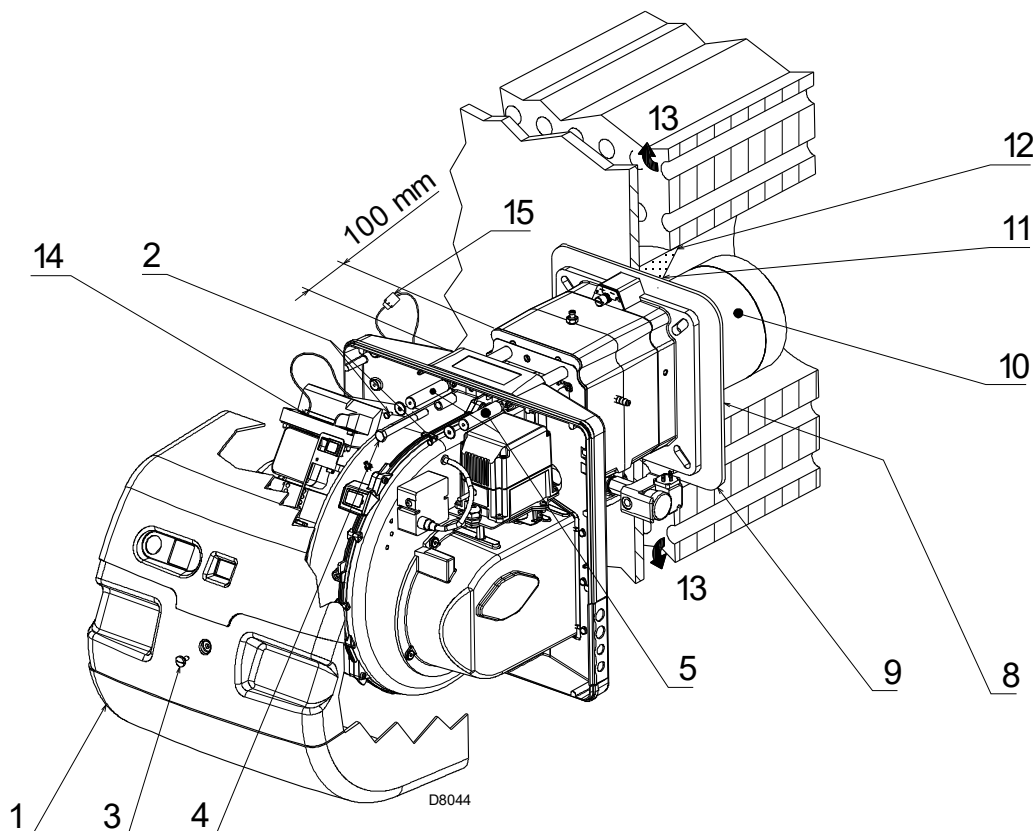
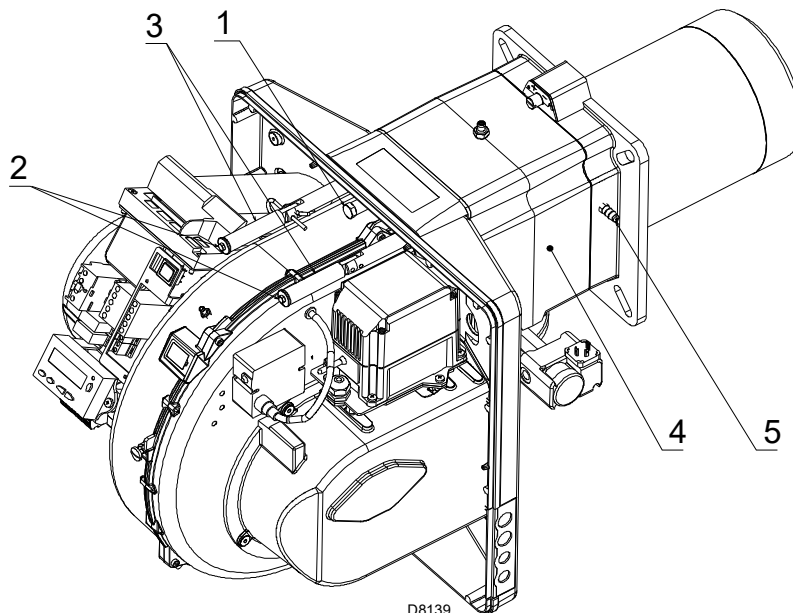

Fig. 17
Fig. 20
Per le caldaie con giro dei fumi anteriore 13)(Fig. 17), eseguire una protezione in materiale refrattario 11), tra refrattario caldaia 12) e boccaglio 10).
Separare la testa di combustione dal resto del bruciatore, come in Fig. 17; procedere come segue:
- rimontare il bruciatore sulle guide 3)(Fig. 20) a circa 100 mm dal manicotto 4) - bruciatore nella posizione illustrata in Fig. 17 a pag. 23;
- inserire il cavo della sonda ed il cavo dell'elettrodo e quindi far scorrere il bruciatore fino al manicotto, bruciatore nella posizione illustrata dalla Fig. 20;
- connettere la spina del servomotore 14)(Fig. 17) ed avvitare il passacavo 15);